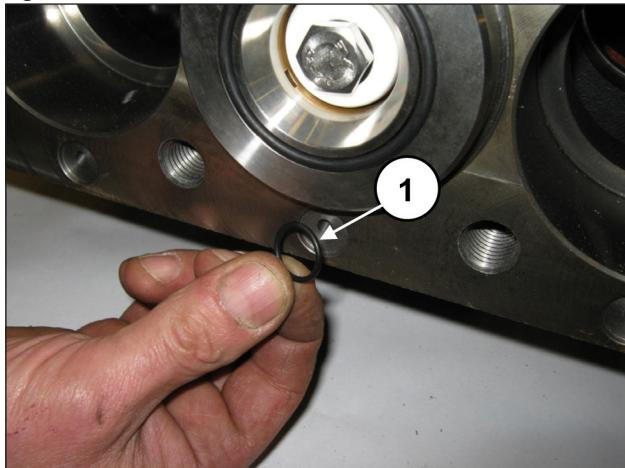

Fig. 130
Aplique os 6 O-ring dianteiros do cárter da bomba (pos. ①, Fig. 130).